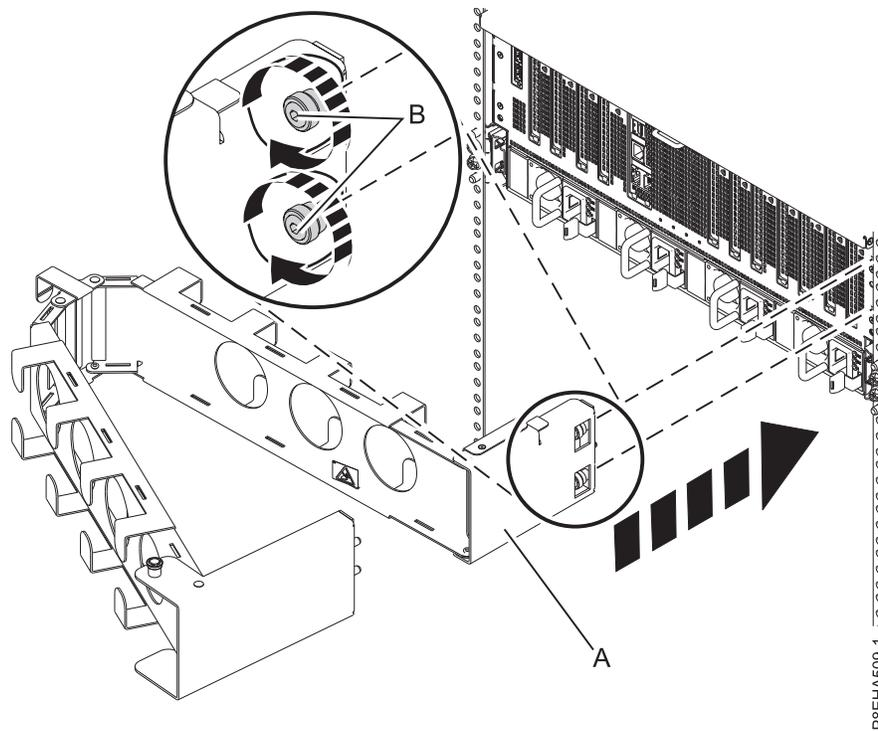

Abbildung 17. Innenplatte am Systemchassis befestigen
1. Befestigen Sie die Innenplatte (**A**) am Systemchassis, indem Sie die beiden Senkschrauben (**B**) per Hand in den Gewindebohrungen im Chassis festziehen, wie in Abb. 17 auf Seite 18 gezeigt. Verwenden Sie den T25-Hexschlüssel, der im Lieferumfang des Systems enthalten ist, um die Schrauben weiter anzuziehen.